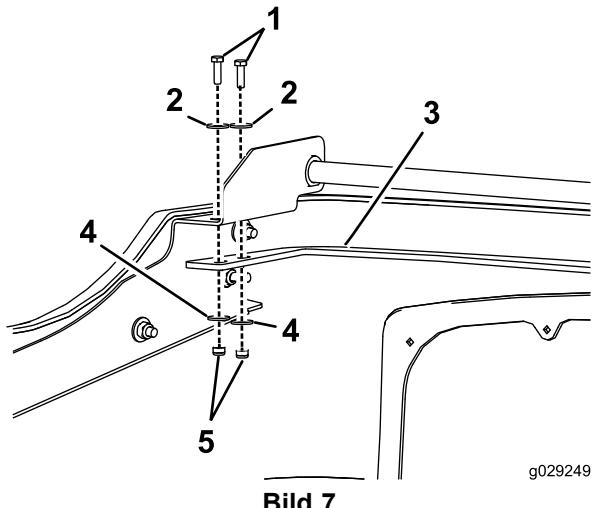

Bild 7
10. Montieren Sie Verbindungsplatte der Haube (Bild 7).